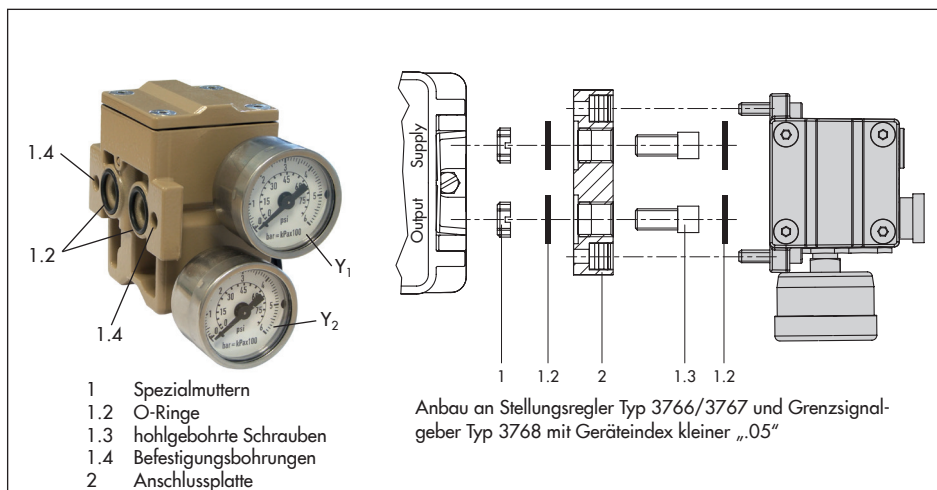

Bild 5-1: Anbau an Typen 3730, 3731, 3767, 3766 und 3768 (links: Geräteindex ab „.05“, rechts: Geräteindex kleiner „.05“ (nur Typen 3766, 3767 und 3768))
- ➔ Bei der Montage darauf achten, dass die beiden O-Ringe (Bild 5-1 links, Pos. 1.2) vollständig in ihrer Nut liegen.
O-Ringe (im Lieferumfang enthalten, vgl. Bild 5-1)	8421-9064